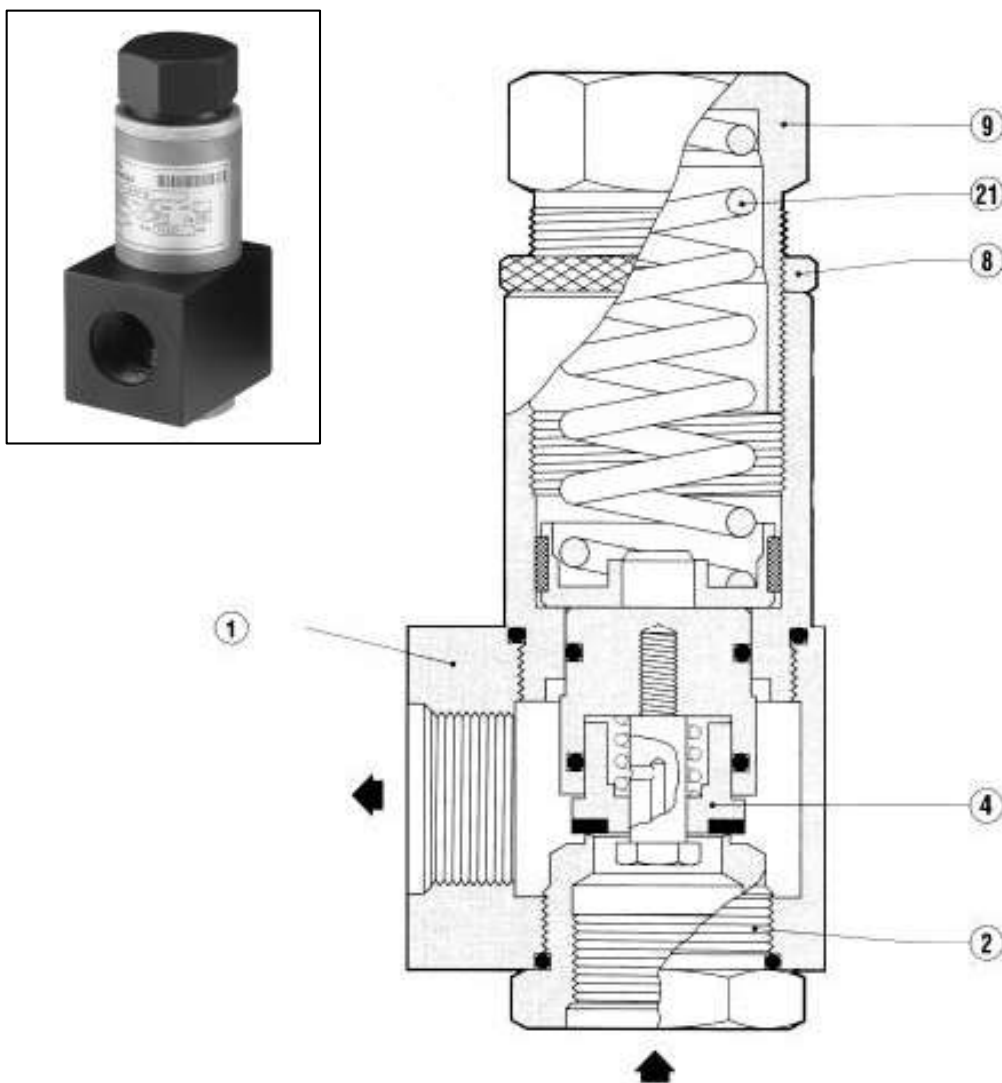

Рис. 3
1.4 КЛАПАН СЕРИИ VS/AM 58 (РИС. 3)